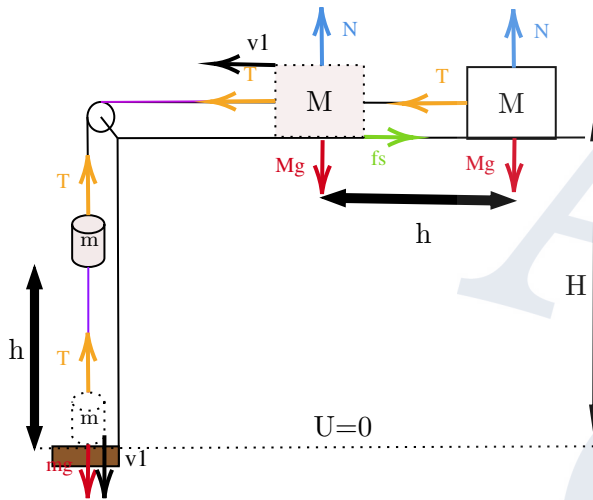

Figura 2: Momentos de las energías E_1 y E_2
1. Momento inicial en que la bandeja y el contrapeso se encuentran en reposo (ver Figura 2, figuras sólidas). En este punto el contrapeso m tiene una altura h sobre el suelo y la bandeja tiene una altura H .
2. Momento en que el contrapeso m está alcanzando el suelo (ver Figura 2, figuras con líneas punteadas). En este punto la altura h para el contrapeso m es cero y la bandeja mantiene la misma altura. Como es el momento justo antes que el contrapeso m alcance el suelo (protector), tanto el contrapeso m como la bandeja M tienen una velocidad v distinta de cero.